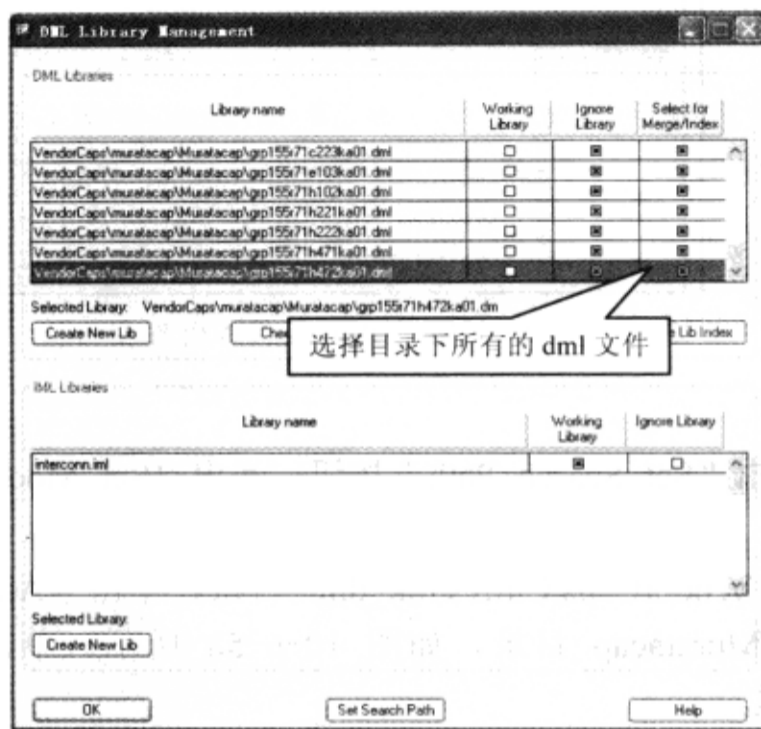

图 10-6-59 合并 DML 文件
(3) 在“SI Model Browser”对话框中单击“Library Mgmt”按钮，弹出“DML Library Management”对话框，选中对话框中“DML Libraries”区域“Select for Merge/Index”栏 Muratacap 文件夹下所有的 dml 文件，如图 10-6-59 所示。